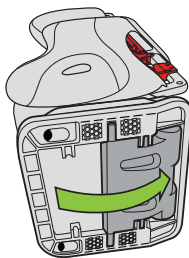

Figura 90
- Cerciórese de que el pie de inclinación esté en la posición viendo hacia adelante, como se ilustra en la **figura 90**. Si es necesario, agarre el borde hacia adelante del pie de inclinación y gírelo hacia el respaldo del asiento presionándolo dentro del espacio en la parte inferior del asiento.